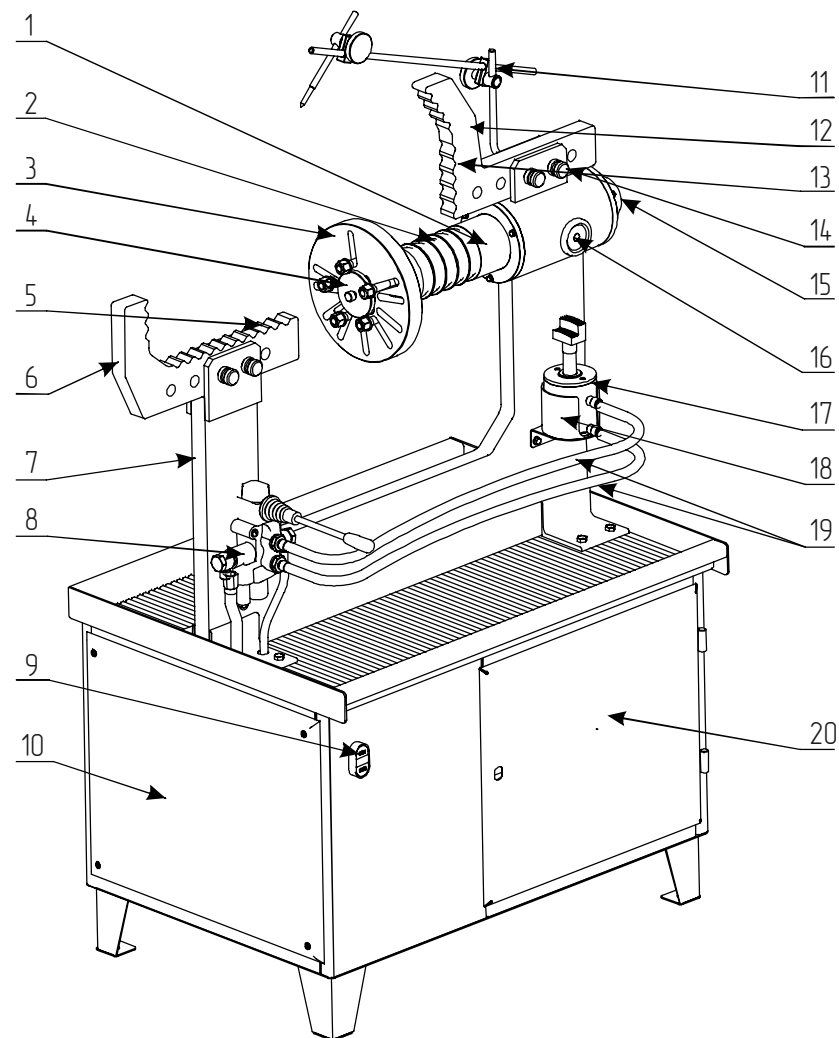

Рис. 1
Внешний вид стенда для правки дисков «Фаворит» приведен на *рис. 1*.
- 6.1.1. Распакуйте стенд и отдельные узлы. Установите стенд на ровной площадке с твердым покрытием таким образом, чтобы обеспечивался свободный доступ к элементам конструкции, а стенд устойчиво стоял на всех четырёх опорах. Установите упоры следующим образом: на левое окончание трубки установите упор с опорными площадками, расположенными с внутренней стороны; на правое — упор с опорными площадками, расположенными с наружной стороны. Проверьте положение упоров по *Рис. 1*. Соберите и установите индикатор биения. Удалите сухой ветошью консервационную смазку с элементов конструкции.